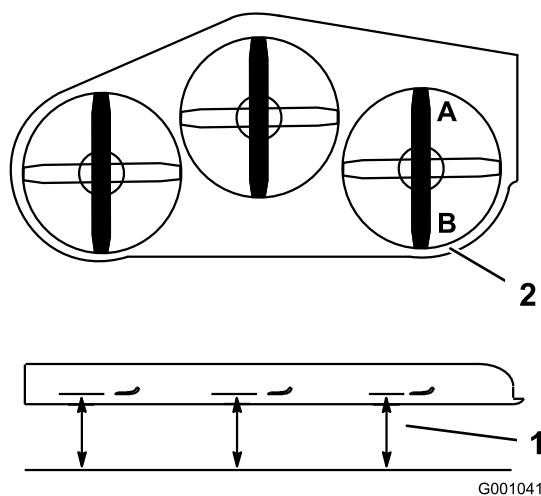

Figura 81
- Coloque una cuchilla en posición longitudinal. Mida en las posiciones A y B desde una superficie nivelada hasta el filo de corte de los extremos de la cuchilla (Figura 81).